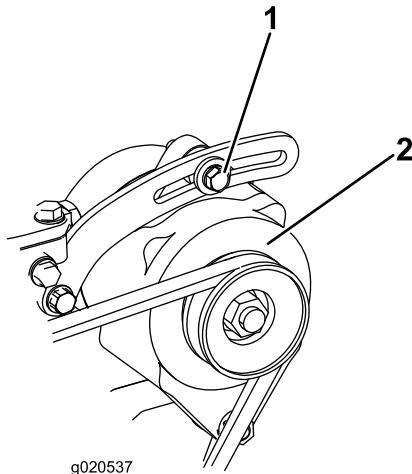

Figura 68
2. Si la desviación no es de 10 mm ($\frac{3}{8}$ "), afloje los pernos de montaje del alternador (Figura 68).